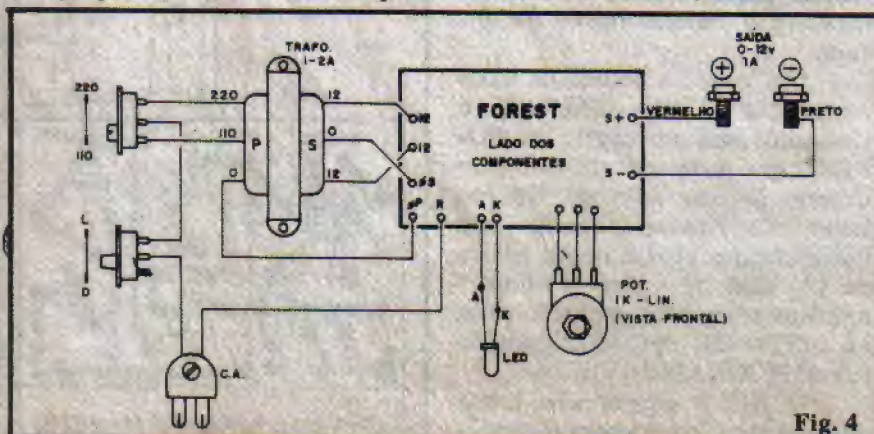

Fig. 4
Na fig. 4 vemos as conexões externas à placa (esta ainda pelo lado não cobreado), devendo o Leitor observar com atenção as polaridades do LED e da Saída, bem como as conexões ao transformador, interruptores e "rabicho". Especificamente quanto ao transformador, o lado que apresenta três fios de cores diferentes entre si corresponde ao primário (P), na ordem "0-110-220". Já o lado com fios de cores **iguais** nos extremos e diferente no centro, corresponde ao secundário (S), com as ligações de "12-0-12".